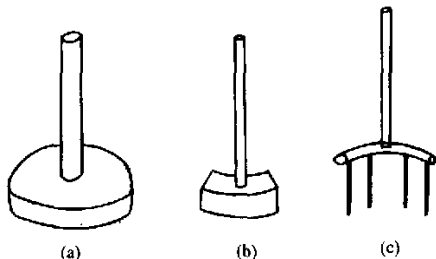

图 1 打制工具
(1) 打制工具 (见图 1) ①捣固锤。由钢板与圆钢焊成, 用来打结炉底和炉壁。捣固锤的锤头根据捣打坩埚不同位置而制成相应的形状, 如图 1a 所示为打结炉底用捣固锤, 图 1b 为打结炉壁用捣固锤。②捣固叉。见图 1c, 其作用是用来划毛已捣固好的打结表面, 使后续打炉料和已捣固好的打结表面在打结时能紧密结合。捣固叉由圆钢焊接制成, 制作时, 齿头不应太尖利, 以免划破、损坏石棉布等绝缘隔热材料, 造成打炉材料在坩埚打制或使用中的泄漏。此外, 为方便使用, 叉头最好具有一定的随形弧度, 以便划毛坩埚模边缘的炉衬。